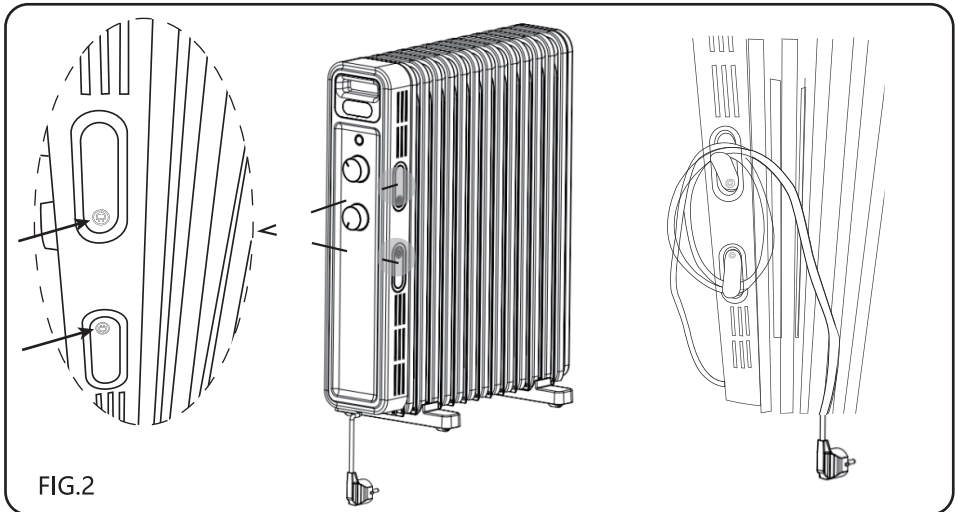

FIG.2
4. Do przechowywania przewodu po użyciu należy użyć urządzenia do zawijania przewodu.(FIG.2)